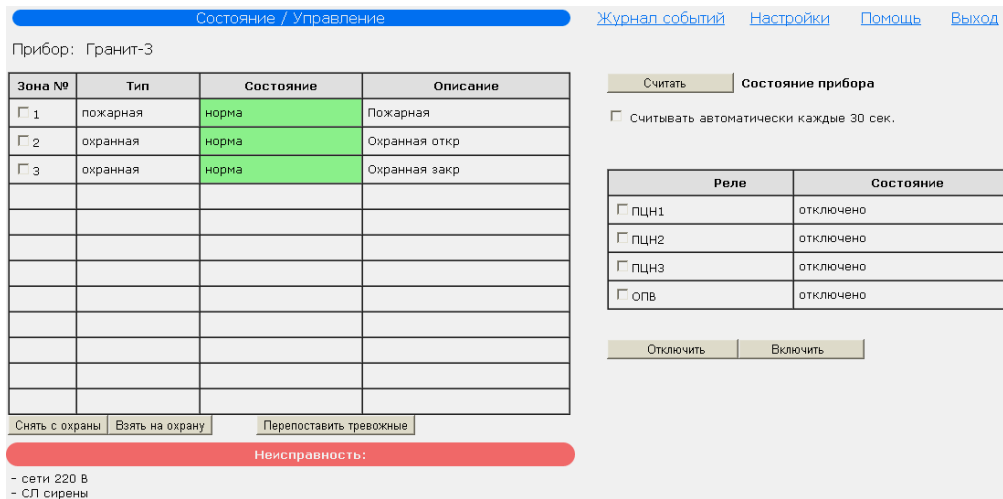

Рис.7 Вкладка «Состояние / Управление» IP регистратора
23. Откроется встроенный WEB интерфейс IP регистратора – вкладка «Состояние / Управление» (рис.7).
30. Добавьте текстовые метки (описания, пояснения) зонам и прибору. Они будут отображаться во вкладке «Состояние / Управление» в таблице «Прибор», в столбце «Описание» (см. рис.7).